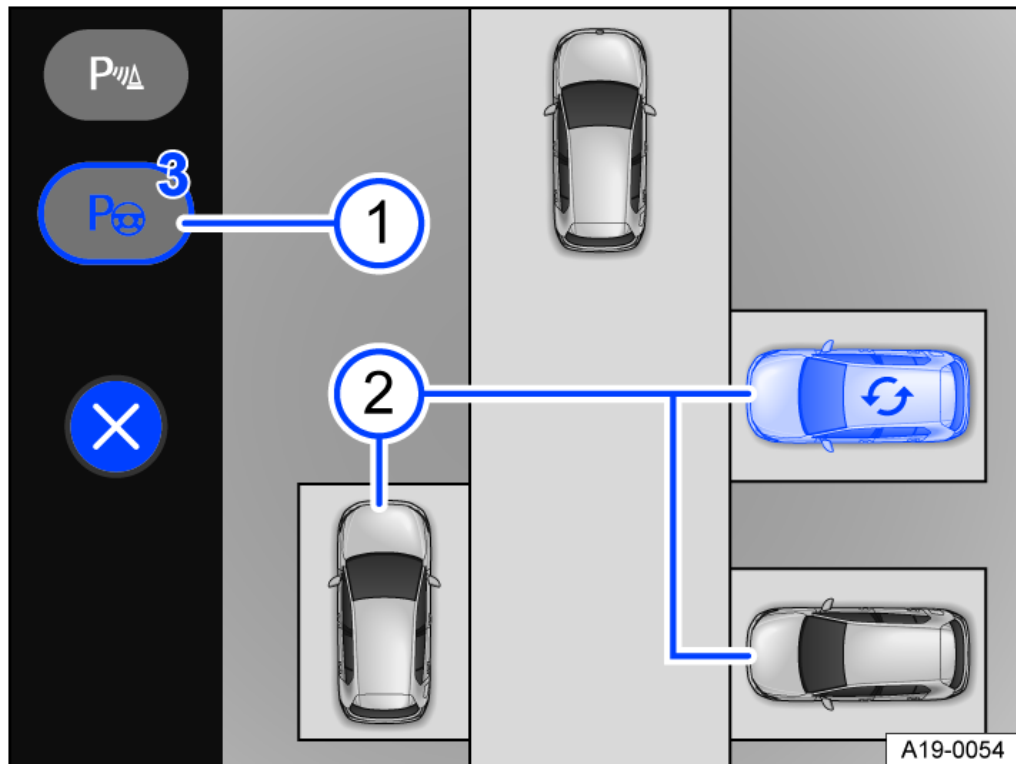

Abb. 1 Im Infotainment-System: Bevorzugte Parklücke (blaues Fahrzeug) und weitere Parklücken (Prinzipdarstellung).
- Der Parkassistent wählt automatisch eine Parklücke aus und zeigt diese als bevorzugte Parklücke (blaues Fahrzeug) im Infotainment-System an → Abb. 1 ②.